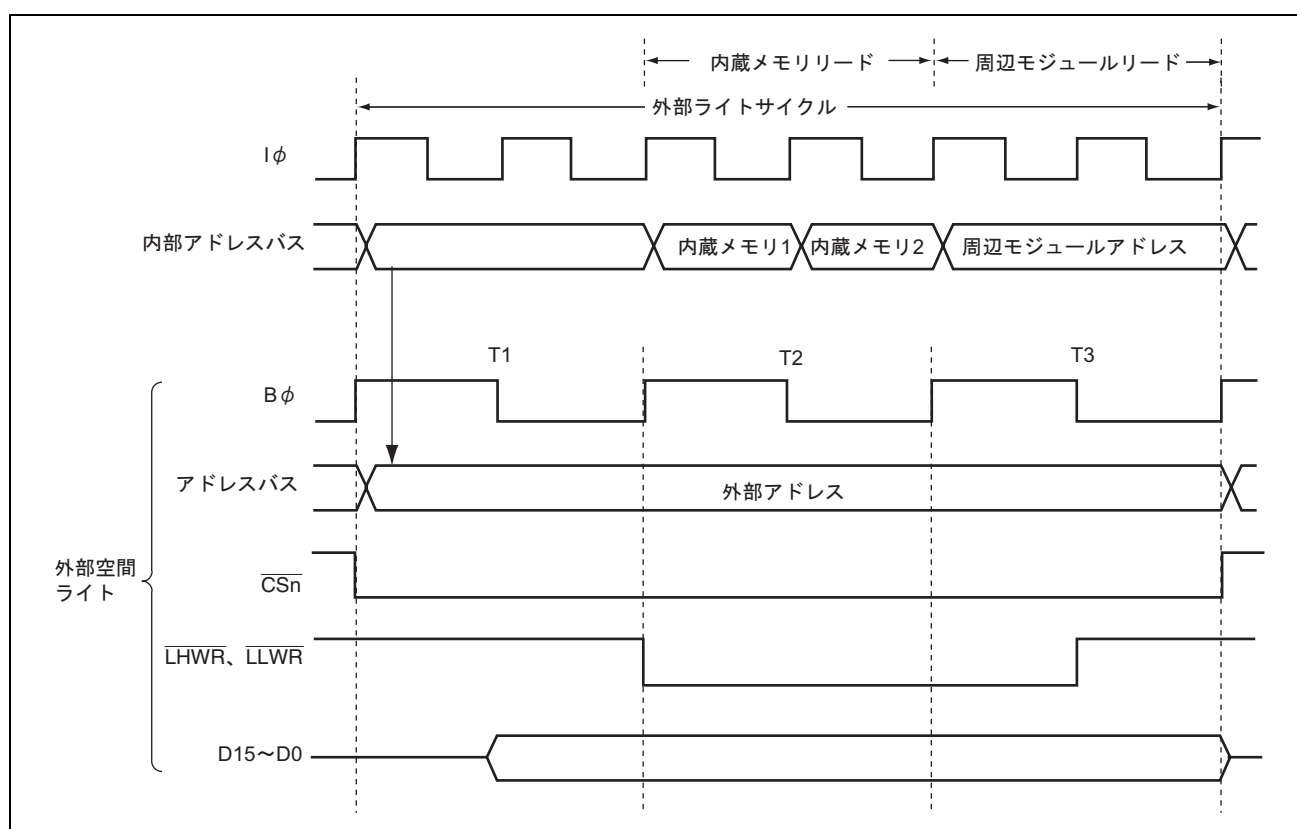

図 9.104 外部ライトデータバッファ機能使用時のタイミング例
- *⁴ DRAM 空間アクセス/DRAM 空間*⁵ 以外のアクセス、RAS アップモード/RAS ダウンモードにより状態が異なります。図 9.104、図 9.106 を参照してください。
図 9.104 にライトデータバッファ機能を使用したときのタイミング例を示します。この機能を使用したとき、外部ライトまたは DMAC シングルアドレス転送が 2 ステート以上続き、次に内部アクセスがある場合は最初の 2 ステートは外部ライトのみが実行されますが、次のステートから外部ライトの終了を待たずに内部アクセス（内蔵メモリ、内部 I/O レジスタのリード/ライト）が並行して実行されます。